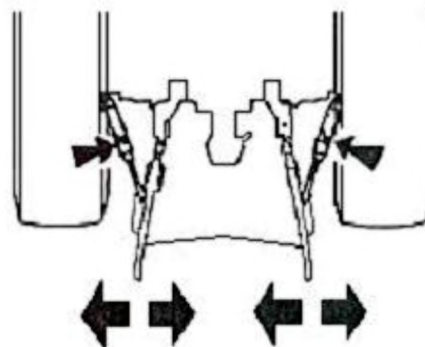

Рис. 6 Закрепление нижних рычагов.
2. Вставьте пальцы **A** и закрепите их с помощью R-шплинтов **B** (рис. 6)
3. Подсоедините верхнюю тягу с помощью пальца **C** и закрепите с помощью R-шплинта **D** (рис.6)